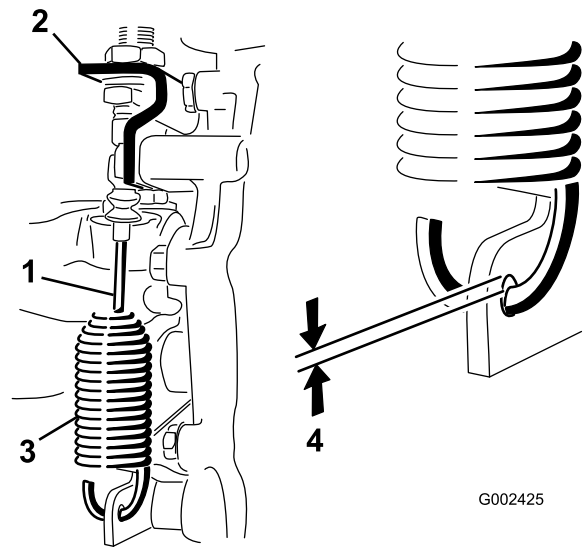

図 51
- ハイローケーブルをトランスアクスルに固定しているクレビスピンを取る (図 51)。
- デファレンシャルロック・ケーブルをトランスアクスルのブラケットに固定しているジャムナットをゆるめる (図 51)。